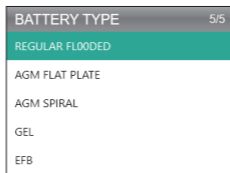

Figura 4.2.3
3. Selecciona el tipo de batería correspondiente y presiona [OK] (Ver la Figura 4.2.3). El tipo de batería específico generalmente aparece en la etiqueta de la batería.